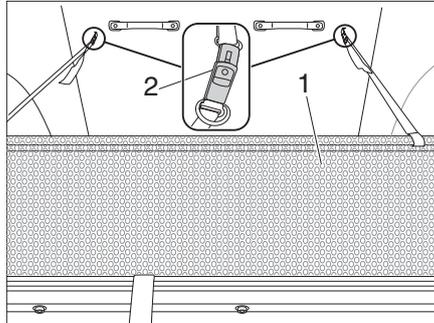

Bild 47 Herausfallschutz
- Herausfallschutz (Bild 47,1) unter der Matratze hervorziehen.
- Herausfallschutz mit Riemenschnalle (Bild 47,2) am Aufstelldach befestigen.
- Riemenschnalle (Bild 47,2) lösen.
- Herausfallschutz (Bild 47,1) unter der Matratze verstauen.